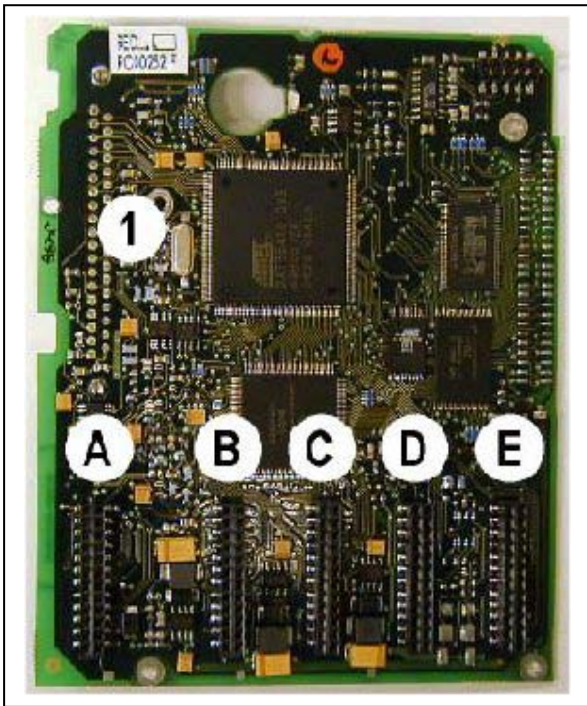
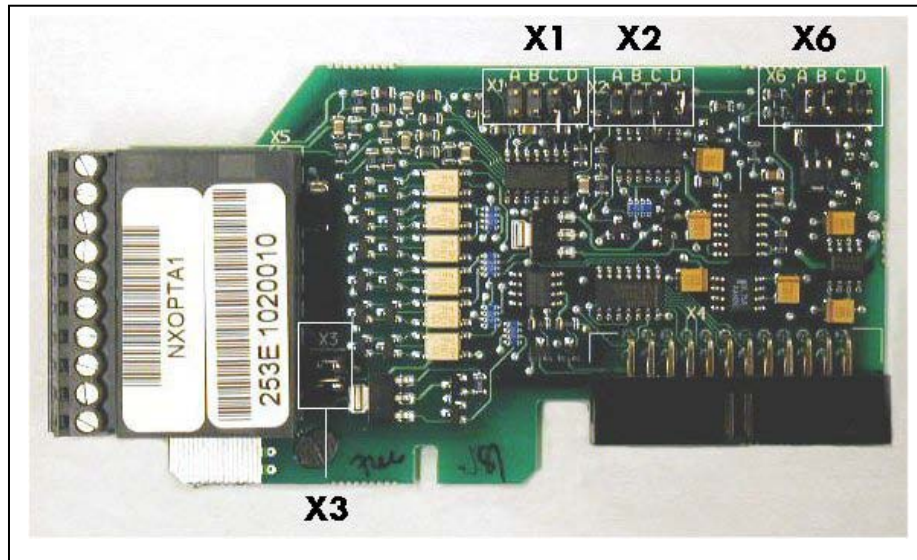

Figure 6-13. Carte de commande
Figure 6-20. Groupes de cavaliers de la carte OPT-A1
Le module de commande de l'onduleur comporte principalement la carte de commande et les cartes (voir Figure 6-13 et Figure 6-20) insérées dans les cinq emplacements pour cartes (A à E) de la carte de commande. Cette dernière est raccordée au module de puissance par un connecteur D (1).